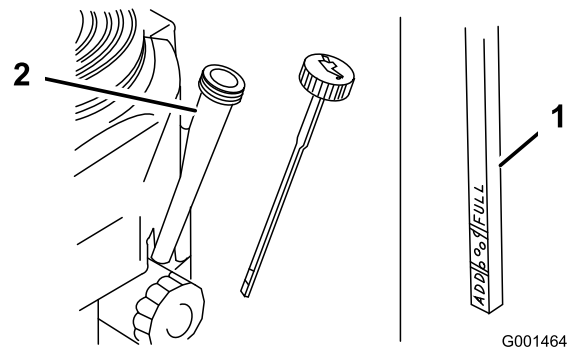

Figura 23
4. Pulite attorno all'asta di livello (Figura 23) in modo che la morchia non possa penetrare nel foro di rifornimento e danneggiare il motore.
5. Svitare l'asta di livello dell'olio e pulirne l'estremità (Figura 23).
6. Inserire a fondo l'asta di livello nel tubo di rifornimento, senza avvitare (Figura 23).
9. Versate lentamente nel tubo di rifornimento (Figura 23) l'80% circa dell'olio indicato.